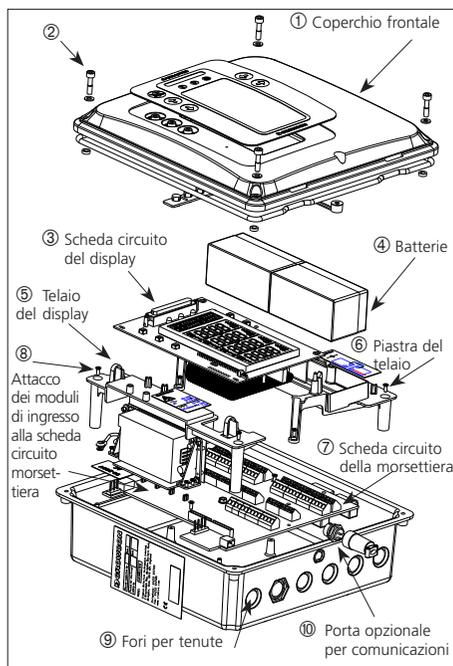
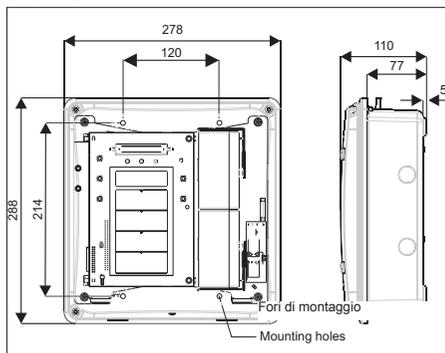

Figura 2.1 Vista esplosa del Gasmaster
Figura 2.3 Dimensioni del Gasmaster con i fori di montaggio
La figura 2.1 mostra la disposizione interna di un sistema Gasmaster. Per rimuovere il coperchio anteriore ① svitare le quattro viti ② e scollegare con delicatezza il connettore bipolare del dispositivo acustico dalla scheda circuito del display ③. Il coperchio frontale può essere sostenuto dal contenitore, utilizzando una delle viti di bloccaggio, oppure smontato completamente e messo da parte in posizione sicura. Due telai separati supportano la scheda circuito del display ③ e le batterie ④. La scheda circuito morsetti ⑦ contiene i moduli di ingresso e tutte le morsettiere di ingresso e di uscita. La scheda circuito del display ③ è collegata alla scheda circuito morsetti ⑦ tramite connettore a nastro a 50 vie ed è incernierata sul lato sinistro in modo che possa essere spostata per accedere ai morsetti di ingresso del rilevatore. Dopo aver spostato la scheda circuito del display e aver rimosso le batterie, è possibile accedere alla maggior parte dei morsetti. Se necessario, è possibile rimuovere i due telai per facilitare ulteriormente l'accesso ai morsetti. Per smontare il telaio del display, è necessario prima scollegare con delicatezza il connettore a nastro della scheda circuito del display. Prestare attenzione durante la fase di rimontaggio della scheda circuito del display per evitare di danneggiare il connettore o il cavo piatto.
Nella figura 2.3 vengono mostrate le dimensioni del Gasmaster. Per accedere ai punti di montaggio rimuovere prima il coperchio frontale svitando i fissaggi etichettati con ② in figura 2.1. Rimuovere con attenzione il connettore del dispositivo acustico dalla scheda circuito del display. Riporre il coperchio in posizione sicura. Si raccomanda di posizionare a mano Gasmaster nella posizione voluta, ed utilizzare una matita per marcare le posizioni dei fori di